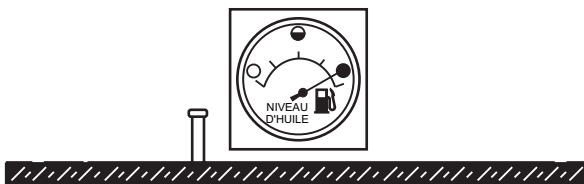

Figure 22. Réservoir de Carburant Plein
Si le générateur est muni d'un réservoir à carburant écologique, consultez les Figures 22 et 23.
3. **Ne remplissez JAMAIS le réservoir à l'excès** - il est important de lire l'indicateur de carburant lors du remplissage du réservoir à carburant de la remorque. **N'ATTENDEZ PAS** que le carburant augmente dans le goulot de remplissage (Figure 22).